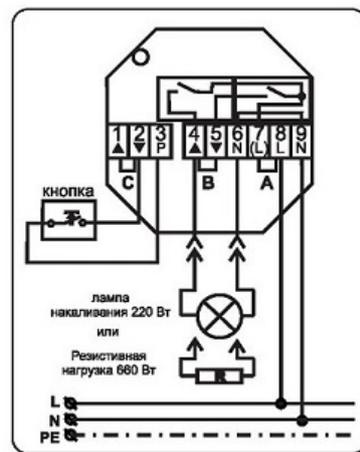

Рисунок 3.
- Установить перемычку между контактами 4 и 5 устройства (см. рис. 3).